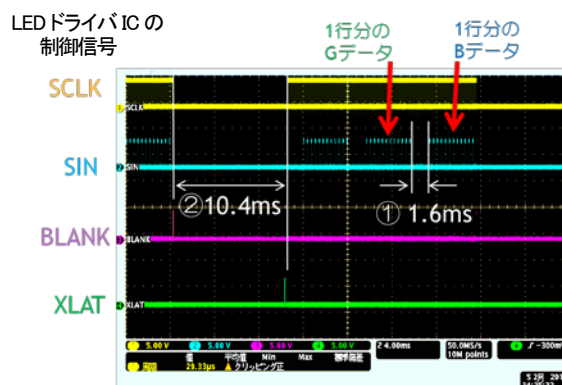

図 5 点灯データの転送時間の測定
当初はデータ転送時間が 20ms とシフト時間の 500 倍もの開きが生じたが、プログラムの改善を重ね、現在は図 5 に示すように①1.6ms まで縮めることができた。しかし次の行へのデータ転送の準備にまだ②10ms ほどかかっており、1 面（12 行分）の表示を終えるまでにちらつきが認識されるため、さらに短縮化を試みている。